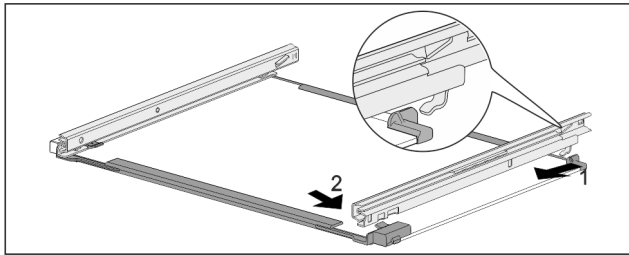

Fig. 254 Ripiano in vetro con guide
- ▶ Agganciare la guida sul lato posteriore. Fig. 254 (1)
- ▶ Innestare la guida sul lato anteriore. Fig. 254 (2)